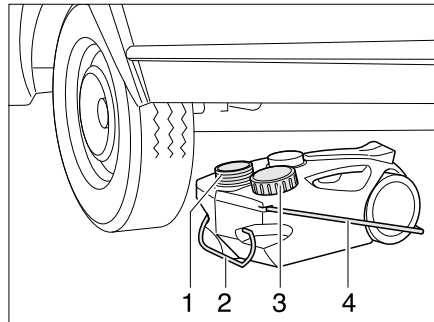

Bild 139 Abwassertank, fahrbar
- Öffnung des Abwassertanks (Bild 139,1) mit dem Deckel (Bild 139,3) schließen.
- Den Abwassertank am Griff (Bild 139,2) herausziehen.
- Tragegriff (Bild 139,4) nach oben klappen und Abwassertank aufstellen.